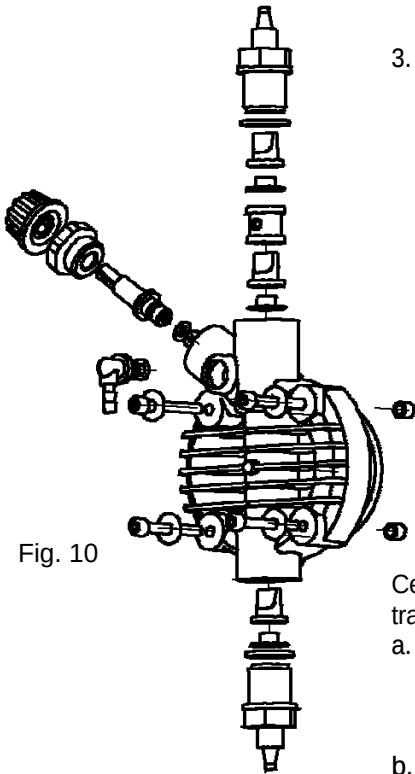

Fig. 10
2. Contrôler au moins tous les six mois le fonctionnement de la pompe, l'étanchéité des vis et des joints, effectuer des contrôles plus fréquents avec des liquides plus agressifs, contrôler en particulier la concentration d'additif dans l'installation ; une réduction de cette concentration pourrait être déterminée par l'usure des soupapes (qui dans ce cas doivent être remplacées en faisant attention au moment du remontage comme dans la Fig. 10) ou bien par le bourrage du filtre qui doit être nettoyé comme indiqué au point suivant 3.
Pour effectuer cette opération, si l'appareil n'est pas fixé à l'installation on peut le faire tressauter pendant quelques secondes (15-30) en le retournant avec les tubes non branchés aux raccords, si ce n'est pas possible démonter et remonter le corps de la pompe (Fig. 10), moyennant les quatre vis de fixation.
Étant donné la solidité du système, aucune panne d'origine vraiment mécanique ne se produit. Il peut y avoir parfois des fuites de liquides de certains raccords ou bagues de fixation des tubes desserrés, ou plus simplement encore à cause de la rupture du tube de refoulement. Ces fuites sont très rarement dues à la rupture de la membrane ou à l'usure du joint d'étanchéité de celle-ci. Dans ce cas les composants sont à changer en dévissant les quatre vis du corps de la pompe (Fig. 10), en remontant ces vis, les serrer de manière uniforme avec une valeur maximale de couple recommandée de 180÷200 Nxc.m. Après avoir éliminé la cause de la fuite, nettoyer la pompe doseuse en éliminant tous les éventuels résidus d'additif stagnants car ils risquent d'endommager le boîtier de la pompe.
- Démonter les soupapes d'aspiration et refoulement, les nettoyer et les remonter dans la même position (Fig. 10). Si ces soupapes ont des espèces d'enflures, contrôler sur le tableau prévu à cet effet la compatibilité de l'additif avec le type de soupape montée sur la pompe (soupape standard en Viton®; ou un autre élastomère compatible ; sur demande sont disponibles les soupapes à sphère).